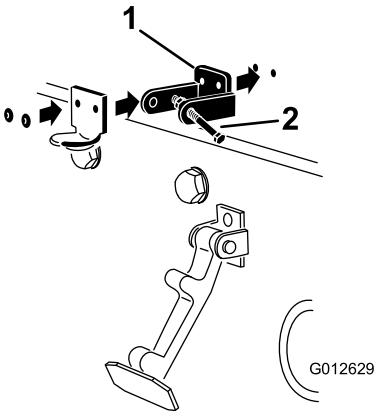

Figura 7
- Alineando los taladros de montaje, coloque el cierre de seguridad para CE y el cerradero sobre el capó. El cierre de seguridad debe estar en contacto directo con el capó (Figura 7).
- Remache el seguro de cierre, el cerradero y las arandelas al capó (Figura 7).